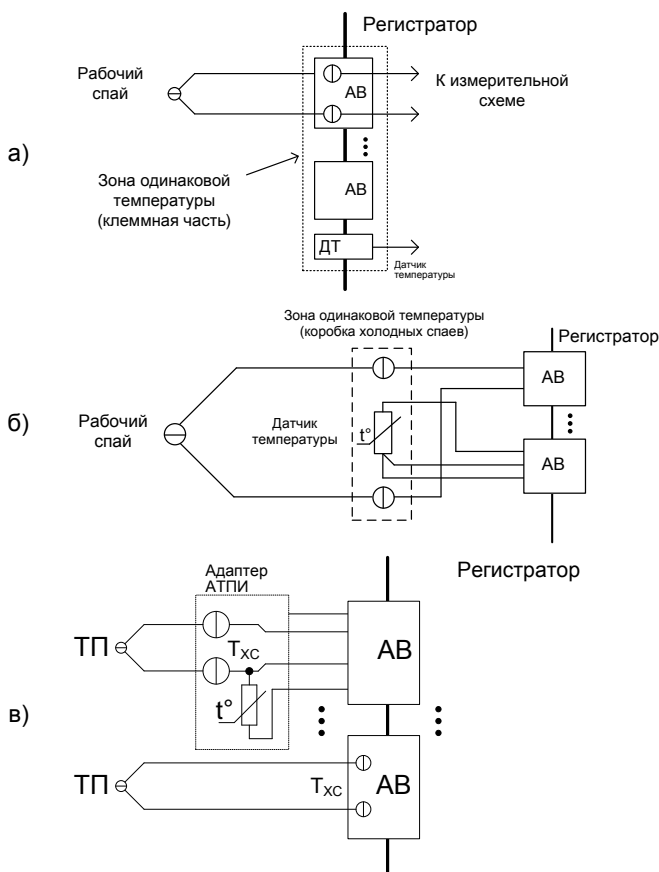

Рисунок 2.16 Способы измерения температуры свободных концов ТП:
- Внутренний датчик – Температура свободных концов термопары (Тхс) измеряется с помощью встроенного датчика температуры (ДТ), входящего в комплект поставки регистратора. Измеренное значение Тхс преобразуется по НСХ заданного типа в значение ТЭДС, которое суммируется с измеренным значением ТЭДС на клеммах для подключения свободных концов термопары. Полученное значение преобразуется по НСХ в значение температуры, соответствующей температуре рабочего спая термопары (см. рис. 2.16, а). При наличии систематической погрешности измерения Тхс встроенным датчиком (например, вследствие воздействия внешних факторов) в поле «Коррекция Тхс» следует ввести величину поправки в °С, соответствующей разности действительного значения температуры рабочего спая ТП и значения, измеряемого каналом. При преобразовании суммы
- АВ1...АВ32 – измерение  $T_{xc}$  одним из каналов регистратора. Указывается один из каналов, к которому подключен внешний измеритель  $T_{xc}$  (чаще всего – термопреобразователь сопротивления - ТС) - см. рис. 2.16, б. В случае наличия систематической погрешности измерения  $T_{xc}$  выбранным каналом в поле «Коррекция  $T_{xc}$ » следует ввести величину поправки в °С;